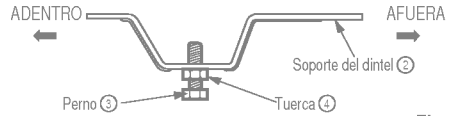

Fig. 3
- Arme de modo flojo el soporte del dintel ② usando las partes que se muestran en Fig. 3.